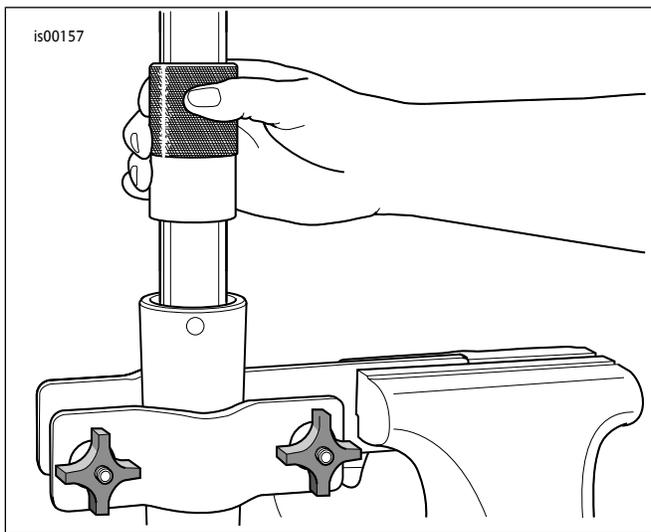

图4。安装叉油封
8. 参见图4。取出Fork Seal/Bushing Tool( 叉密封件/衬套工具 )( HD-45305 )并执行以下操作：
- b. 参见图4。使用滑动锤之类的工具，敲击叉油封( 与密封隔块和滑管衬套 )使其滑下叉管，直至在前叉滑管内径上看见固定夹槽。